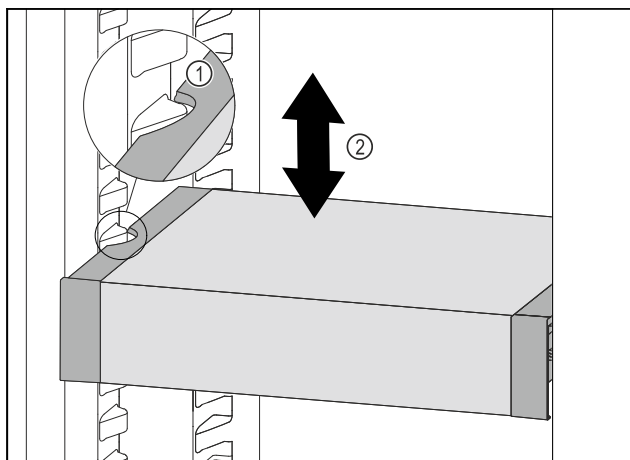

Fig. 52
- ▶ Потягнути VarioSafe вперед, поки бокові заглиблення VarioSafe не опиняться на рівні ребра для резервуара в охолоджувальному відділенні. Fig. 52 (1)
- ▶ Пересувайте VarioSafe вгору або вниз в охолоджувальному відділенні до тих пір, поки не досягнете бажаної висоти. Fig. 52 (2)